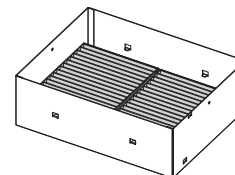

Abb. 3
- Nachdem die beiden Luftfiltereinheiten angebracht wurden (Abb. 3), fahren Sie mit „Anbringen der Abdeckung des langlebigen Filters“ (➔ Seite 237) fort.